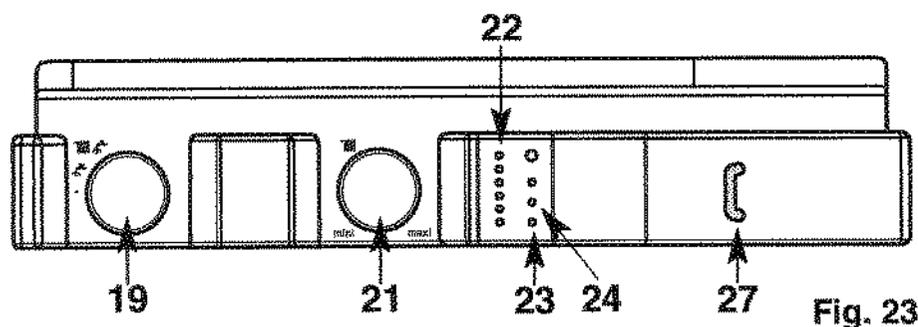

Fig. 23
- Placez le commutateur "19" (fig. 23) en position «  » voyant vert "23" allumé ; le voyant orange "24" (fig. 23) s'allume chaque fois que le brûleur entre en fonction.
Le bouton de réglage du chauffage "21" «  » (fig. 23) donne la possibilité d'ajuster la température de l'eau du circuit de chauffage en fonction des besoins saisonniers.
L'indicateur "22"  (fig. 23) affiche cette température.
- Placez le commutateur "19" en position arrêt «●» (extinction du voyant vert "23" (fig. 23).
**Remarque:** Dans certains cas d'installation, il est possible qu'il se produise, après réchauffage de l'eau chaude, un léger réchauffement de la canalisation (et éventuellement d'un radiateur). Pour l'éviter, il suffit de fermer le robinet départ chauffage "31" (fig. 8, page 11). Ne pas oublier de le rouvrir en début de saison de chauffage, lorsque l'on replace le commutateur "19" (fig. 23) en position «».